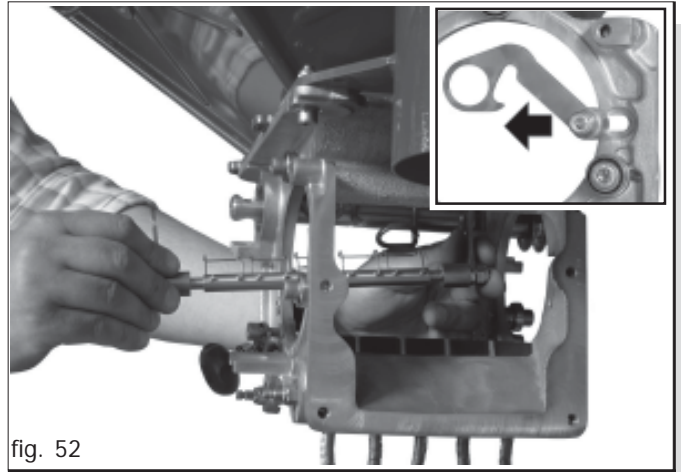

fig. 52
- 4) Extraire l'arbre des éléments élastiques des sièges (Fig. 52).